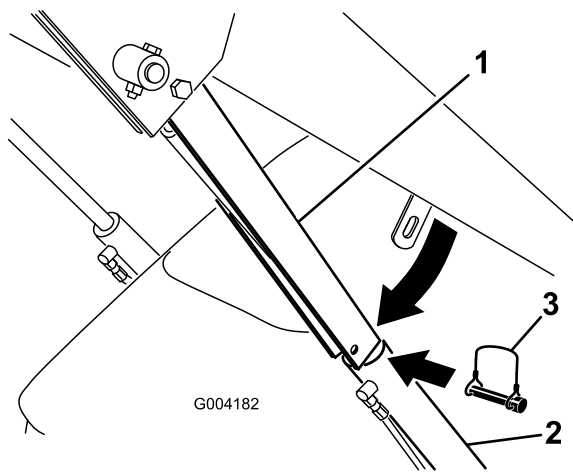

Bild 24
4. Entfernen Sie den Klappstecker, mit dem das Zylinderschloss am Hubarm befestigt ist (Bild 24).
- Senken Sie das Zylinderschloss über die Zylinderstange und befestigen Sie es mit dem Klapenstecker (Bild 24).